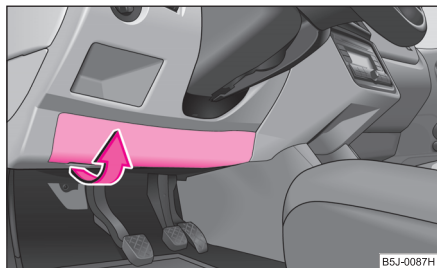

Fig. 179 Tabloul de bord, partea de jos: Capacul suportului de siguranțe
- Rabatați capacul cu atenție în sensul indicat de săgeată și scoateți-l ⇒ fig. 179.